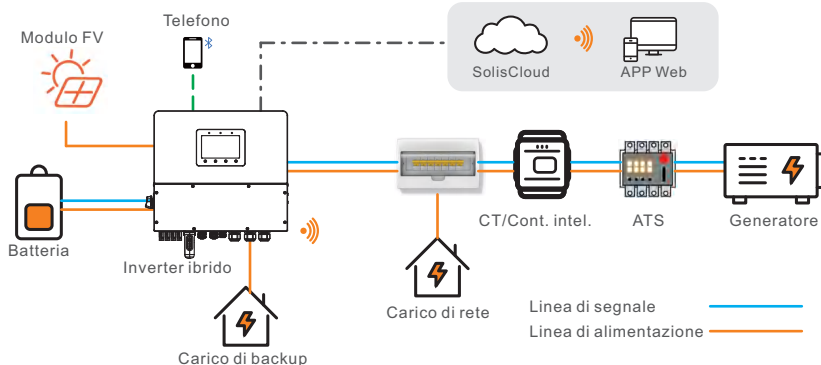

Figura 3.4 Schema tipico dello scenario off-grid (Generatore su ATS)
- Se il generatore è collegato tramite un ATS sul lato della rete (Figura 3.4), è necessario un CT o un contatore intelligente.